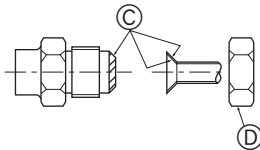

Fig. 5-6
5.5. Соединение труб (Fig. 5-6)
- Нанесите тонкий слой масла хладагента на контактную поверхность труб и соединений перед тем, как затягивать гайку с фланцем. ④
- Для затягивания трубных соединений используйте два гаечных ключа. ⑤
- Нанесите машинное масло охлаждения на всю поверхность области присоединения муфты. ③
- Использование гайки раструбного стыка. ⑥
- ④ (Fig. 5-6)
- ⑤ (Fig. 5-6)